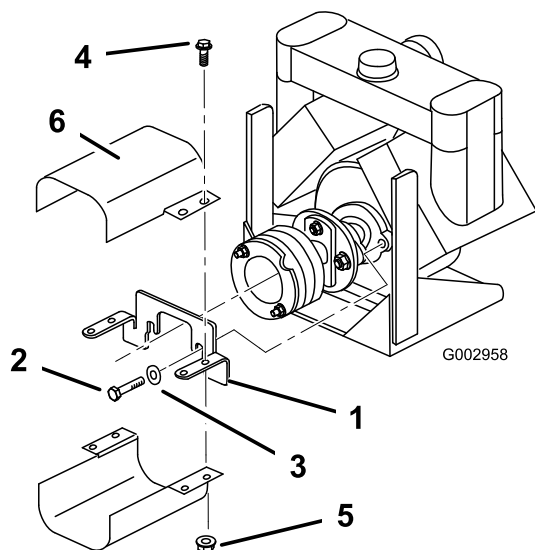

図 2
1. ポンプのフェースについている 2 本のポンプボルトをゆるめ、図 2 のようにシュラウドサポートを取り付ける。
3. シュラウドを 図 2 に示すように組み付ける；フランジボルト (1/4 x 1/2 inch) (4 本) とフランジナット (1/4 インチ) (4 本) を使用する。